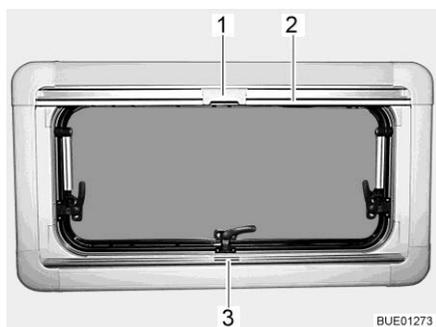

Fig. 57 Fenêtre projetante
- Fermer :** ■ Saisir le dispositif occultant plissé par le centre de la barre-poignée (Fig. 57,3), le tirer du bas vers le haut et le relâcher à la hauteur voulue. Le dispositif occultant plissé reste alors à cette hauteur.
- Fermer :** ■ Tirer la moustiquaire par la barre-poignée (Fig. 57,2) vers le bas jusqu'à ce qu'elle entre en contact avec celle du dispositif occultant plissé (Fig. 57,3).
- Verrouiller le cran (Fig. 57,1) de la moustiquaire avec la barre-poignée du dispositif occultant plissé.
- Ouvrir :** ■ Presser le cran (Fig. 57,1) en haut de la moustiquaire vers l'arrière.
- Ramener lentement la moustiquaire en arrière au moyen de la barre-poignée (Fig. 57,2).